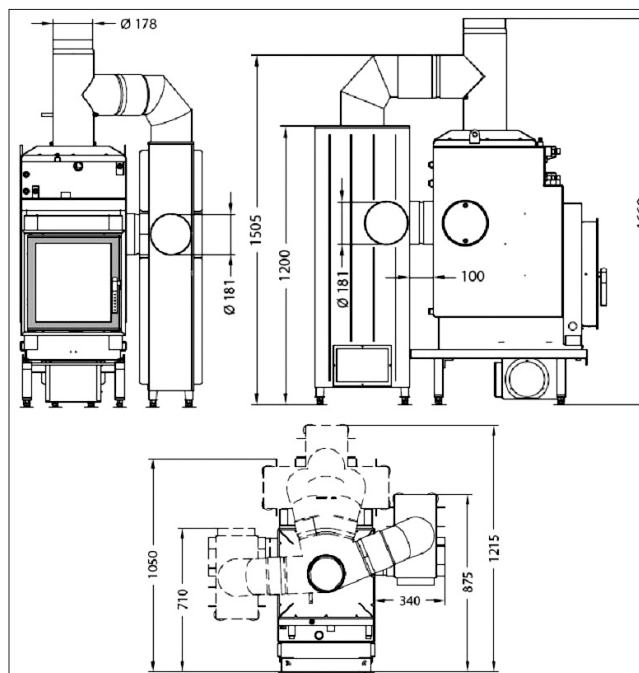

Abb. 1d
* Die angegebenen Werte stellen den Mittelwert über einen Abbrand dar. Diese Werte ergeben sich unter Prüfbedingungen, wenn in 70 min eine Holzmenge von ca. 4,6 kg trockenes Buchenseitholz mit NSHF (s. Abb. 1d) verbrannt wird (siehe Punkt 4.).
Wird der Heizeinsatz nicht wie in Abb. 1d mit einer Nachheizfläche (NSHF) oder einem vergleichbaren Bauteil kombiniert, ergeben sich veränderte Leistungen und Leistungsverteilungen.